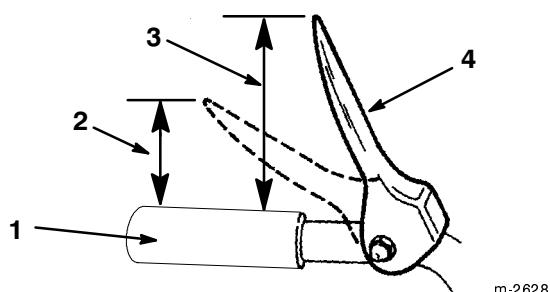

Figure 21
- 19.** Vérifiez la distance entre l'extrémité de la manette de tarière/roue hélice et la poignée du mancheron. L'écartement doit être d'environ 10 cm (Fig. 21).
Remarque : La résistance augmente de manière perceptible lorsque la courroie devient tendue (à peu près à mi-course de la manette). Le réglage est correct si la résistance **commence** à augmenter quand le bout de la manette de commande de tarière/roue hélice se trouve à une distance de 5 cm de la poignée (Fig. 21).